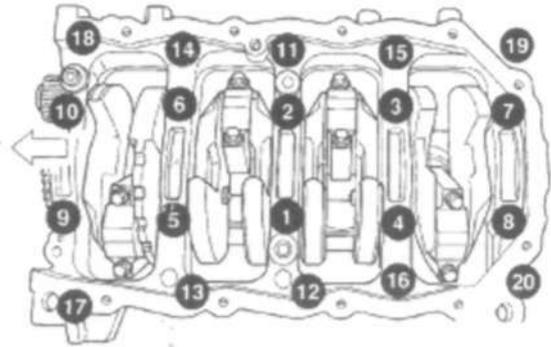

Рис. 42 Порядок затяжки болтов основания.
- (12) Снять все болты основания с блока двигателя (Рис. 42).
- (13) Слегка постукивая киянкой, освободить основание из центрирующих штифтов блока.